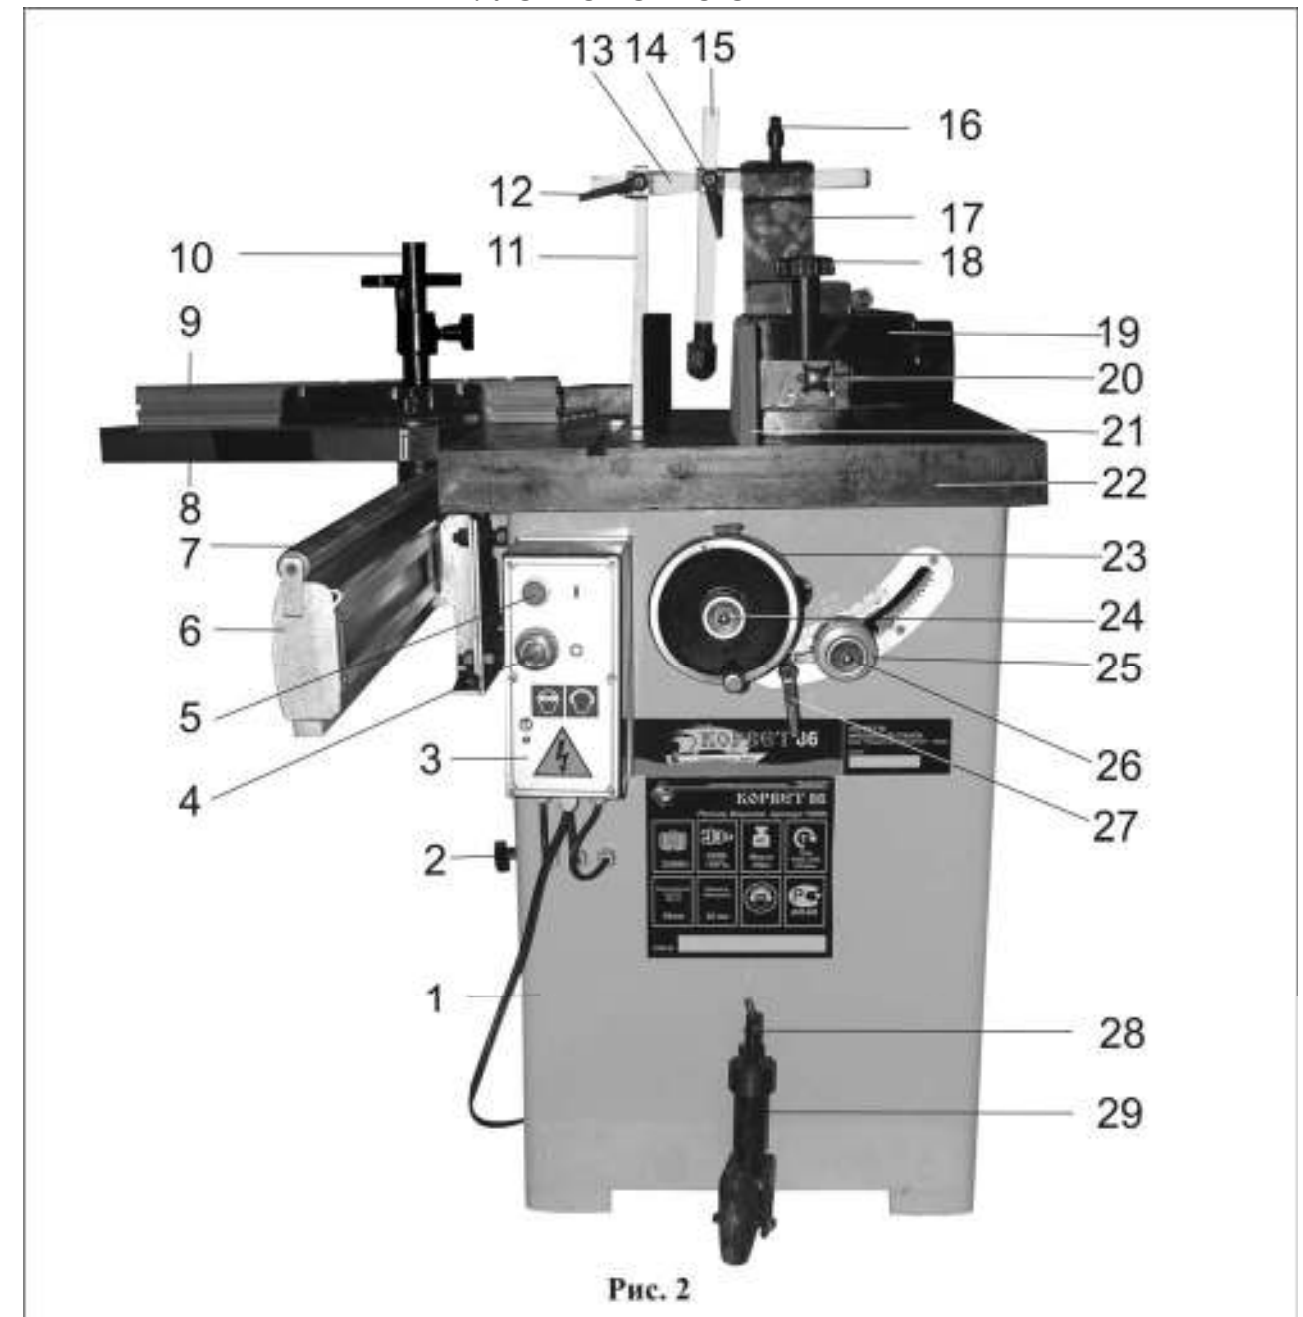

Рис. 2
- замкнуть контакты выключателя SQ1, для чего ручкой (27) разблокировать шпиндель станка Рис.2;
- замкнуть контакты выключателя SQ2, для чего закрыть дверцу основания (1) станка Рис.2;
- красную кнопку «выкл.» (4), поворотом по часовой стрелке, установить в выдвинутом положении Рис.2;
- нажать на зеленую кнопку SB2 (5) подается напряжение на магнитный пускатель КМ, замыкаются контакты КМ, подается напряжение на двигатель 1М.
- разомкнуть контакты SB1 нажатием красной кнопки «выкл.» (4) Рис.2;
## 7.1. Станок состоит из следующих сборочных единиц и деталей (Рис.2)
### 8.1. Монтаж и перемещение фрезерного станка (Рис.2,3,4,5)
### 8.2. Установка подвижного стола (Рис.2,6)
### 8.3. Установка фрезерных головок или насадных фрез (Рис.2,7,8)
### 8.4. Установка и регулировка оборудования для криволинейного фрезерования (Рис.2,9,10,11)